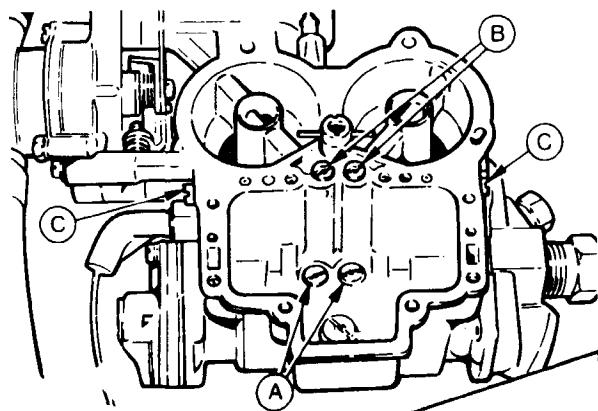

Рис. 3.10. Снятие мембранные насоса-ускорителя (указана стрелкой) - карбюратор WEBER.
10. Снимите четыре винта и отсоедините мембранные насоса-ускорителя, не потеряв при этом пружину (см. Рис. 3.10).